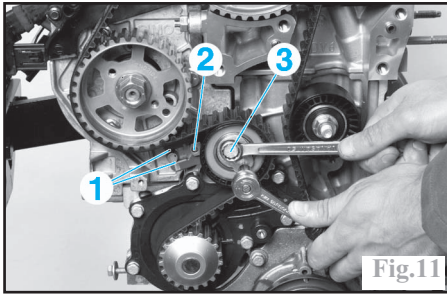

Fig.11
- À l'aide d'une clé **6 pans**, amener l'index (2) (Fig.11) du galet tendeur au milieu de la zone de contrôle (1) en faisant pivoter le tendeur à l'aide d'une clé **6 pans** dans le sens anti-horaire.
- Contrôler le bon positionnement de l'index (2) (Fig.11) du galet tendeur. Dans le cas contraire, reprendre l'opération de repose de la courroie.